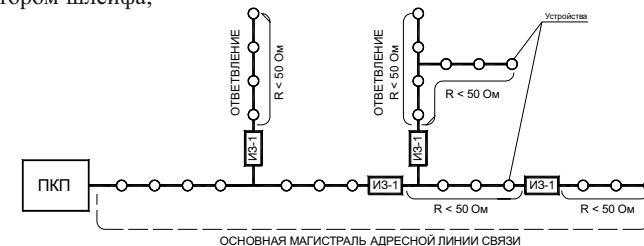

Рисунок 2
- разрывать радиальную АЛС (Рисунок 2) в месте установки изолятора, ближайшего к точке короткого замыкания. Это локализует участок после изолятора и оставляет работоспособным участок АЛС между приемно-контрольным прибором и сработавшим изолятором шлейфа;
- радиальной АЛС (Рисунок 2);